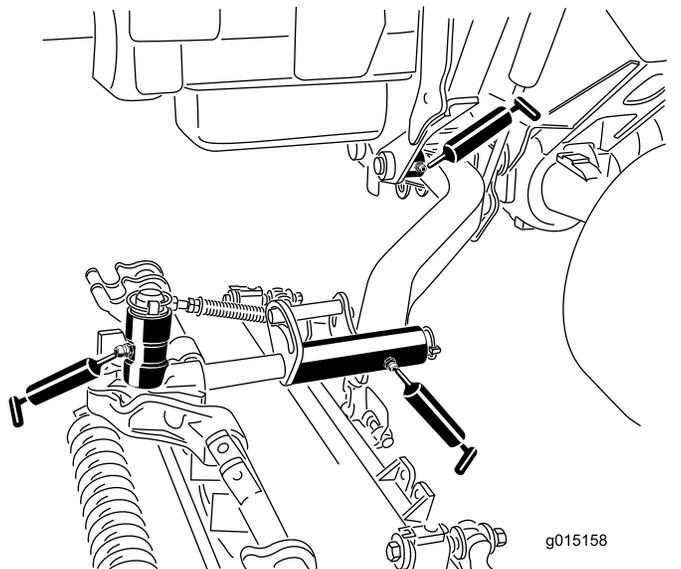

Рисунок 73
- Втулки осей поворота подъемных рычагов (по 1 шт. на режущий блок) (Рисунок 73)
- Несущая рама режущего блока (по 2 шт. на режущий блок) (Рисунок 73)
- Ось поворота подъемного рычага режущего блока (по 1 шт. на режущий блок) (Рисунок 73)